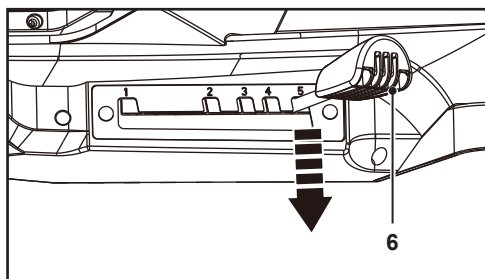

Fig. 10
1. Trage maneta (6) spre exterior (Fig. 10).